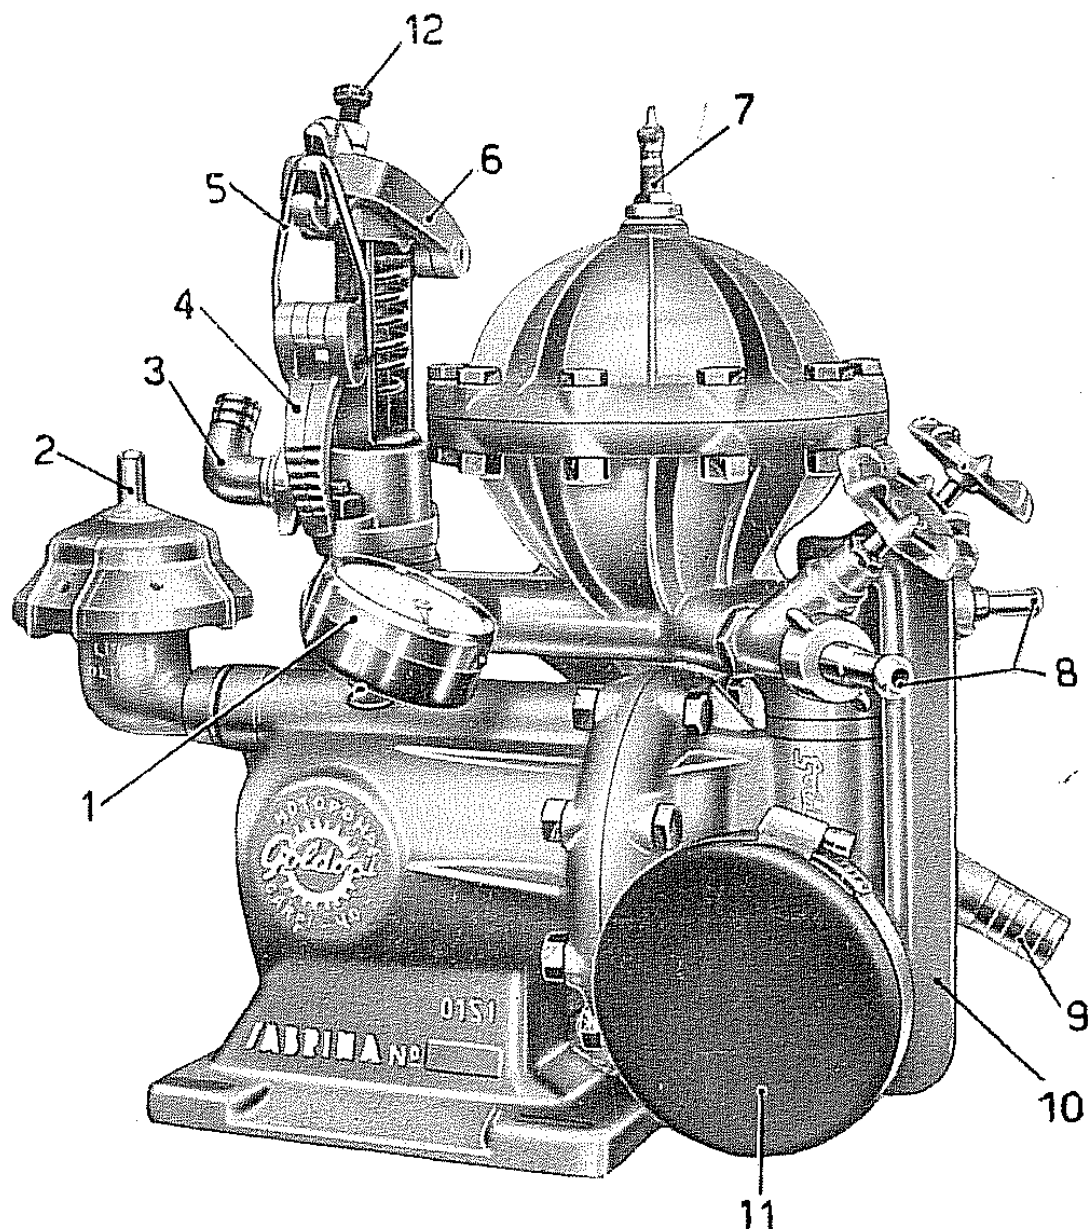
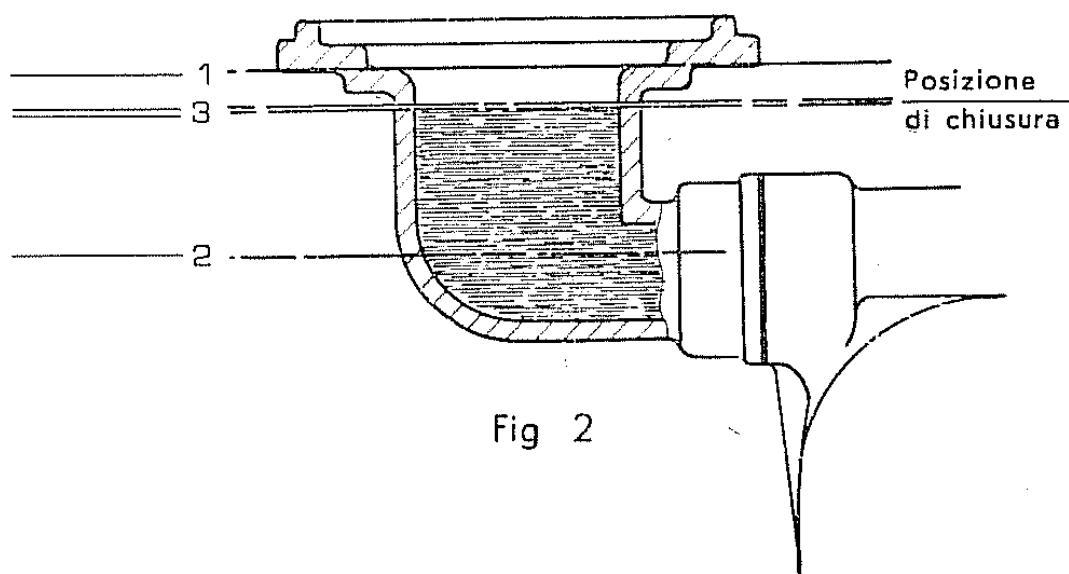

Fig. 1
Fig 2
Togliendo il tappo **2** (fig. 1) e girando lentamente a mano la puleggia l'olio deve raggiungere le posizioni **1** e **2** (fig. 2).
Per ottenere pressioni intermedie fra quelle delle tacche occorre agire sulla vite di regolazione **12** (fig. 1).
- 3) Assicurarsi che il tubo di aspirazione sia ben fissato al raccordo **9)** (fig. 1) mediante apposita fascietta onde evitare che la pompa aspiri aria.
Solo se dopo aver eseguito queste operazioni la pompa non dovesse caricare, levare il morsetto **10** (fig. 1) e controllare se le valvole non aderiscono bene sulle loro sedi a causa di impurità oppure causa l'inattività della pompa stessa.
Per ottenere lo svuotamento totale della pompa, togliere il morsetto **10** (fig. 1) levare le valvole, indi ribaltare la pompa per far uscire l'acqua rimasta nell'interno.